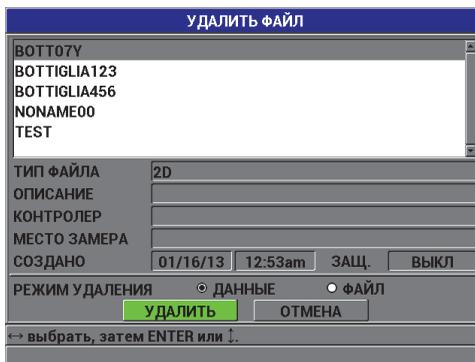

Рис. 7-12 Экран **УДАЛИТЬ ФАЙЛ**
2. В окне **УДАЛИТЬ ФАЙЛ** (см. Рис. 7-12 на стр. 137) выберите файл, который вы хотите удалить.